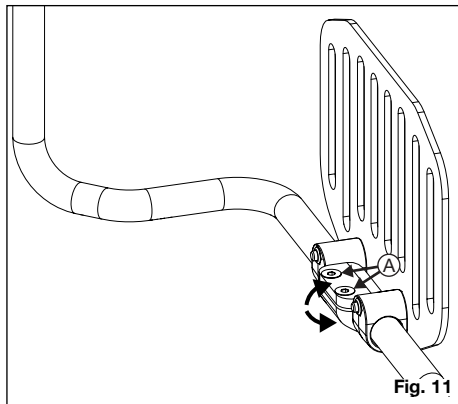

Fig. 11
2. Løsn de to skruer (fig. 11:A) i den justerbare klemme under fodpladen ved hjælp af en 4 mm unbrakonøgle.
3. Drej fodstøtten til den ønskede vinkel og sikr den ved at stramme de to skruer igen (fig. 11:A).